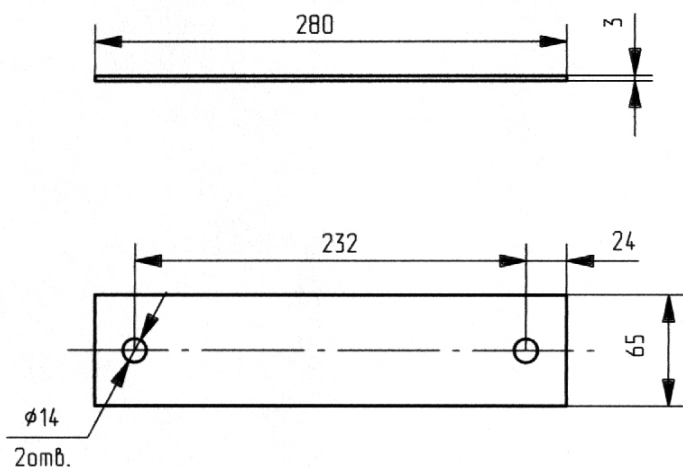

Рисунок 11. Пластина регулировочная.
-подобрать пакет регулировочных пластин (см. рисунок 11) толщиной "А", установить его между поперечиной и поддерживающей опорой и закрепить болтами поддерживающую опору на поперечине;